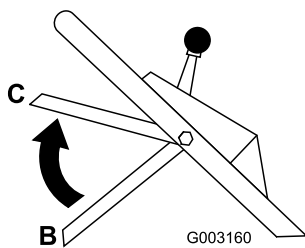

Figure 18
3. Ramenez la barre de commande à la position centrale, soit 13 cm environ au-dessous de la barre transversale du guidon (position C de la Figure 18).
4. Relâchez la barre de commande de la lame position B de la Figure 18).